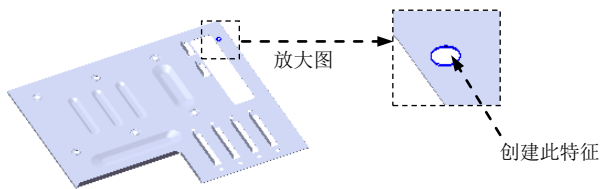
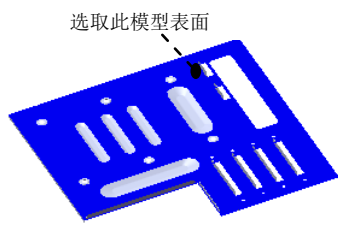
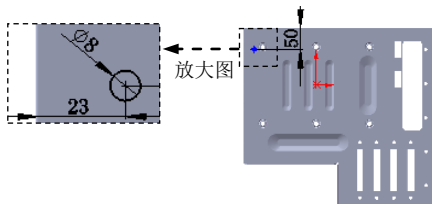

图 17.10.115 创建孔 7
图 17.10.116 定义孔的放置面
图 17.10.121 横断面草图
Step36. 创建图 17.10.115 所示的零件特征——孔 7。
- (1) 选择下拉菜单 **插入(I)** → **特征(F)** → **孔(H)** → **简单直孔(S)...** 命令。
- (2) 定义孔的放置面。选取图 17.10.116 所示的模型表面为孔的放置面。
(1) 选择下拉菜单 **插入(I)** → **特征(F)** → **孔(H)** → **简单直孔(S)...** 命令。
(2) 定义孔的放置面。选取图 17.10.116 所示的模型表面为孔的放置面。
(3) 定义孔的参数。在 **方向1** 区域的下拉列表中选择 **完全贯穿** 选项，在 **方向1** 区域的 文本框中输入数值 8.0。
(4) 单击“孔”对话框中的 按钮，完成孔 8 的创作。
(5) 编辑孔的定位。在设计树中右击 **孔8**，在系统弹出的快捷菜单中单击 命令，进入草图环境。绘制图 17.10.121 所示的横断面草图。单击 按钮，退出草图环境。